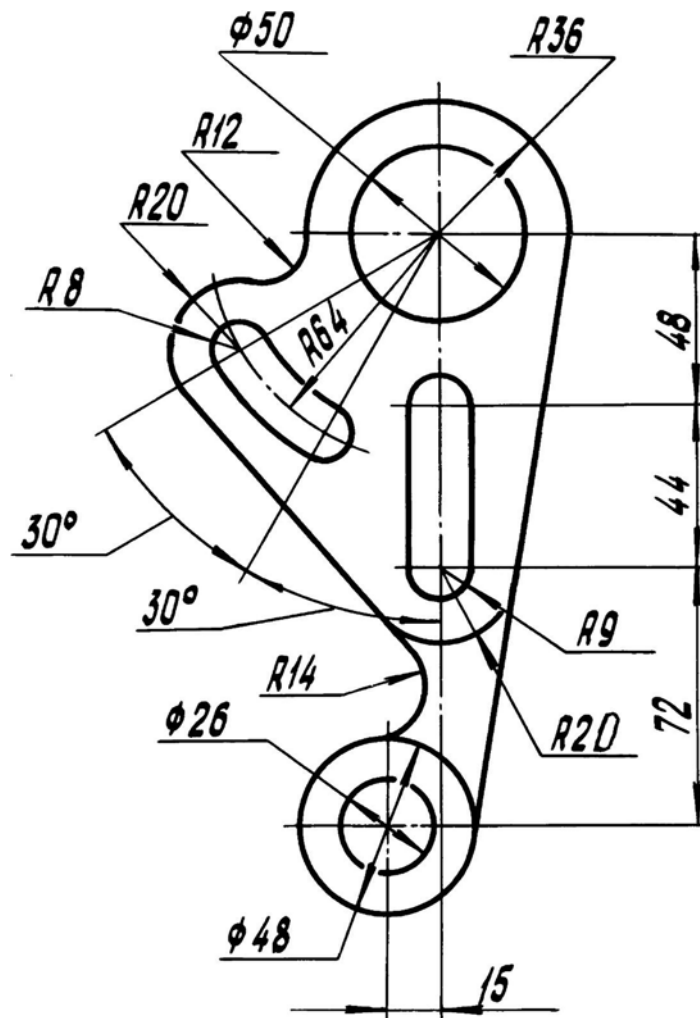

Рис. 24. Задание для самостоятельной работы
*Практическое задание:* выполнить сопряжение детали и придать ей объем. Глубина: 10 мм (рис. 24).